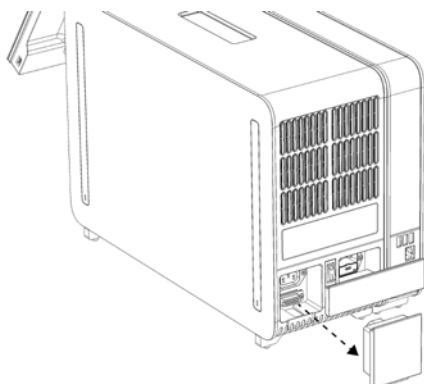

Рис. 12. Знімання заглушки.
- 1д. Зніміть заглушку на задній панелі аналітичного модуля (рис. 12, наступна сторінка).